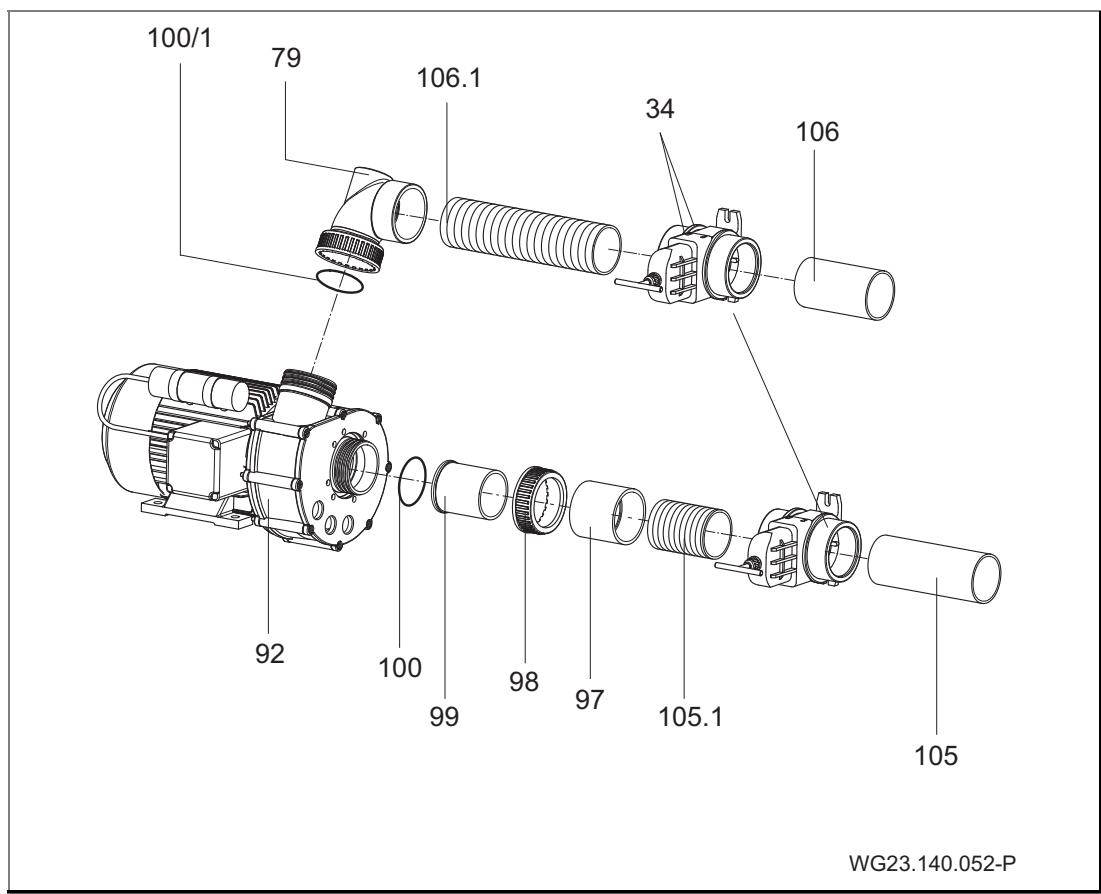

Fig. 20
13. Conectar o pegar la bomba del contra-corriente (92) en el lado de aspiración con el tubo flexible de aspiración (105.1), manguito (97), conexión roscada (98, 99) y lado de presión con tubo de presión flexible (106.1) y ángulo de reducción especial (79). (Fig. 20)